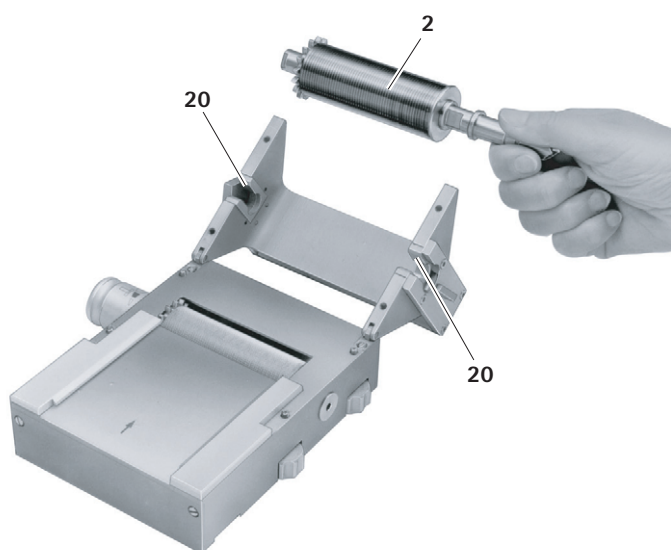

Fig. 4
- Girar el rodillo de corte 2 y extraerlo tirando de los puntos de apoyo 20, ver Fig. 4.
- Colocar el rodillo de corte 2 en los dos puntos de apoyo 20, ver Fig. 4.